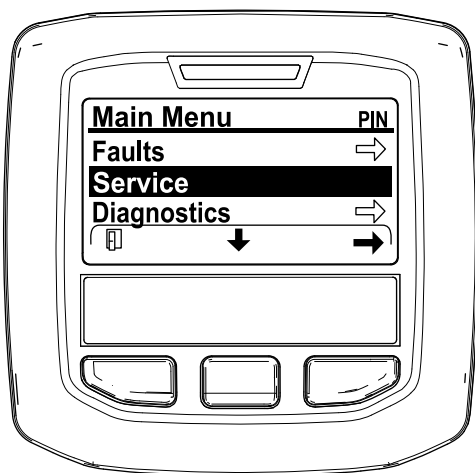

Bild 29
2. Navigieren Sie auf das HAUPTMENÜ, drücken Sie die mittlere Taste, um auf das Menü SERVICE zu navigieren; drücken Sie die rechte Taste, um die Option SERVICE auszuwählen (Bild 29).